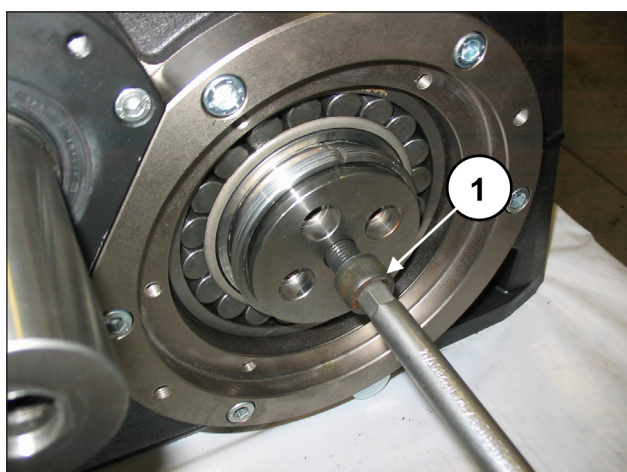

图 79
将一个长度适当（35-40毫米）的M16螺丝插入曲轴的M16孔内，并拧紧至法兰靠在衬套上（位置①，图 79）不要完全拧紧螺栓。